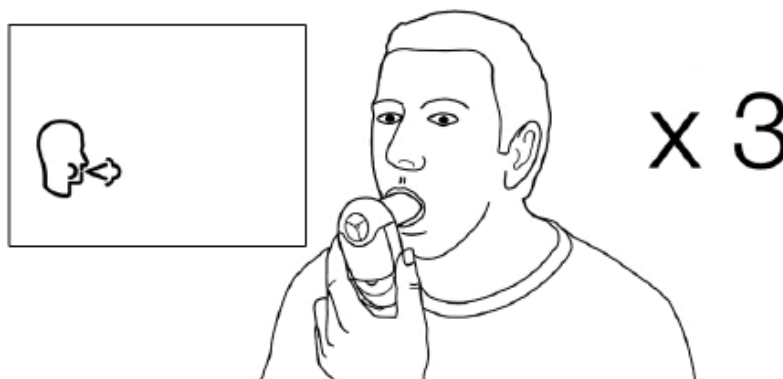

Figure 3. Maintien du dispositif pendant le test
4. Lorsque l'appareil est prêt pour un test, gardez la tête haute, inspirez aussi profondément que possible, puis tenez le Vitalograph Lung Monitor BT Smart devant votre bouche, comme illustré à la figure 3.